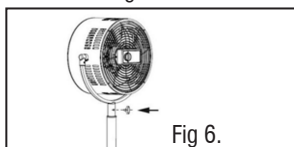

Fig 6.
3.2.2.3. Insérez le bouton de verrouillage dans les trous et serrez le bouton de verrouillage comme illustré à la Fig.6.